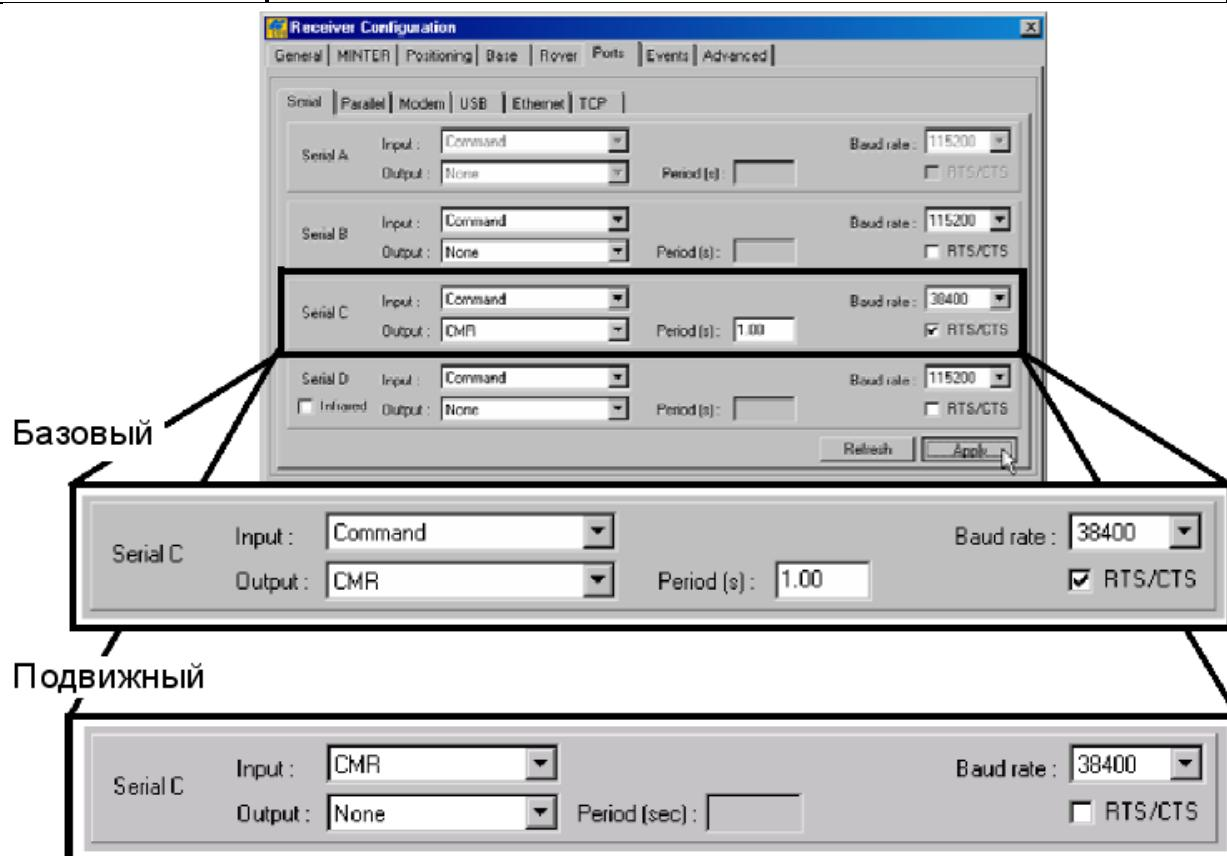

Рисунок 3-14. Настройки портов для базового и подвижного приемников при RTK съемке
- Для RTK съемок выберите вкладку *Ports* (Порты) и установите параметры последовательного порта (см. Табл. 3-6), после чего щелкните на кнопке *Apply* (Применить), см. рис. 3-14 на стр. 3-18.